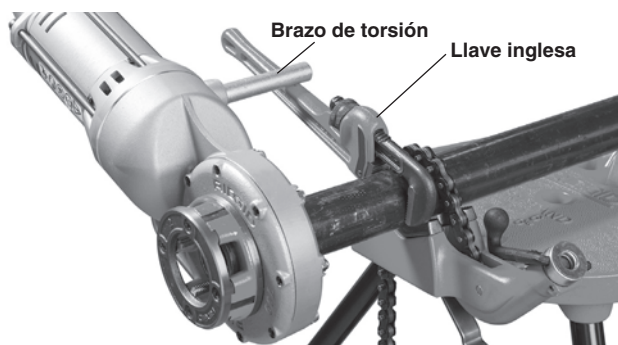

Figura 7 – Uso de una llave inglesa como brazo de soporte para el roscado
- Coloque la llave inglesa RIDGID de 12", 14" o 18", de trabajo pesado, a unas 7" (175 mm) del extremo del tubo (vea la *Figura 7*). Pruebe para confirmar que la llave inglesa está fija y que no se pueda mover ni caer.